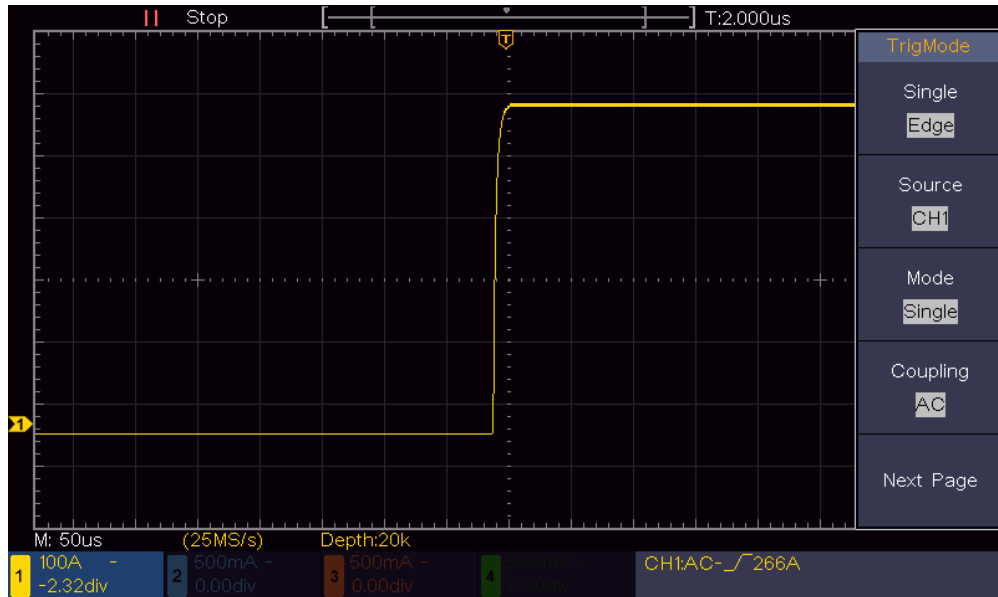

Figure 6-3 非周期的な信号の観測
- (4) **垂直軸Scaleノブ**と**水平軸Scaleノブ**を操作して信号の概要が観測できるようにスケールを調整します。
- (5) **Acquire** を押してアキュイジション・メニューを開きます。
- (6) 右メニューで**Acqu Mode**に **Peak Detect** を選択します。
- (7) **トリガMenu**を押してトリガ・メニューを開きます。
- (8) 右メニューで**Single**に **Edge** を選択します。
- (9) 右メニューで**Source**に **CH1** を選択します。
- (10) 右メニューで**Mode**に **Single** を選択します。
- (11) 右メニューで**Coupling**に **DC** を選択します。
- (12) 右メニューで**Next Page**を押して、**Slope**に （立ち上がり）を選択します。
- (13) **トリガ・レベル・ノブ**を回して、トリガ・レベルを信号のおおよそ50%のレベルに調整します。
- (14) 画面上部のトリガ状態表示を確認し、Readyでない場合は、**Run/Stop**ボタンを押して波形取り込みを開始し、トリガが発生するのを待ちます。信号が設定されたトリガ・レベルに達すると、1つの波形が取り込まれて画面に表示されます。この手法で、ランダムなパルスを簡単に取り込むことができます。例えば、高振幅のバースト・ノイズを見つけない場合は、トリガ・レベルを平均信号レベルよりも高い値に設定し、**Run/Stop**ボタンを押してトリガを待ちます。ノイズが発生すると、波形を取り込みます。**水平軸Positionノブ**を回すと、水平トリガ・ポジションを左右に調整することができ、ノイズが発生する前あるいは後の波形を簡単に観察できます。（Figure 6-3）
- (15) トリガ条件を見つけることができたなら、トリガ・モードをNormalに設定すれば、トリガ条件を満たす場合のみ波形を連続して取り込み、Singleに設定すれば、トリガ条件を満たした後に1つの波形を取り込んで波形取り込みを停止します。